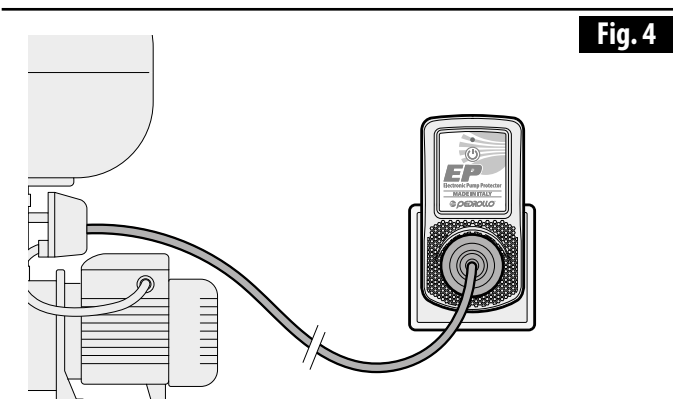

Fig. 4
- Inserire il dispositivo EP nella presa di corrente (Fig.4).
- Insert the EP device in the power socket (Fig.4).